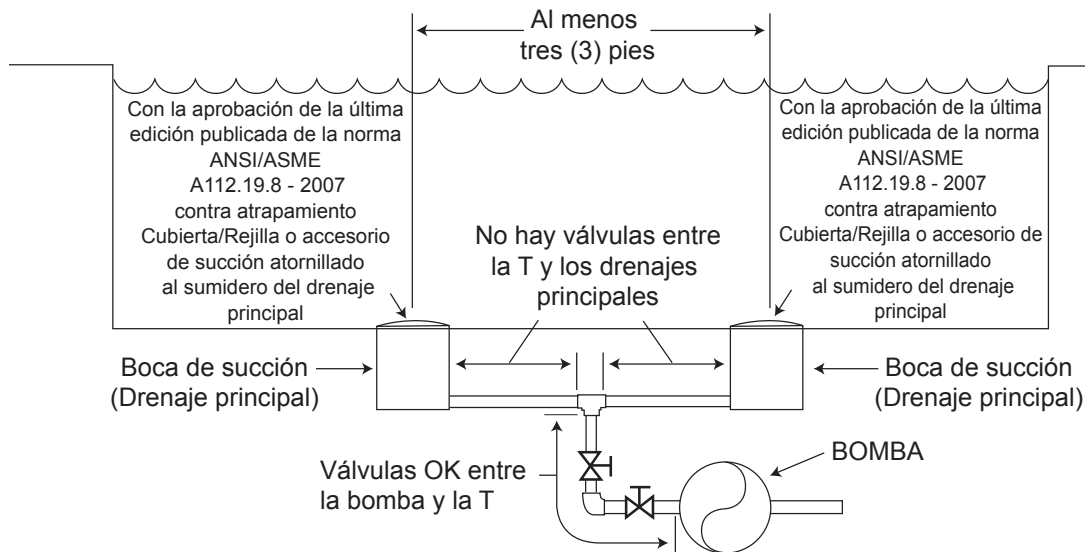

Figura 1. Número de bocas de succión por bomba
**Número de las bocas de succión por bomba** – Deben proporcionarse al menos dos (2) drenajes principales hidráulicamente equilibrados, con sus tapas, como bocas de succión para cada línea de succión de la bomba de circulación. Los centros de los drenajes principales (bocas de succión) en una (1) línea de succión deben estar separados por lo menos tres (3) metros de distancia, de centro a centro. Véase Figura 1.
El sistema debe estar construido para incluir al menos dos (2) bocas de succión (drenajes) conectadas a la bomba siempre que la bomba esté funcionando. Sin embargo, si dos (2) colectores principales llegan a una sola línea de succión, esta línea de succión individual puede ser equipada con una válvula que cerrará los dos drenajes principales de la bomba. El sistema deberá ser construido de tal manera que no permita el cierre por separado o independiente (aislamiento) de cada uno de los drenajes. Véase Figura 1.